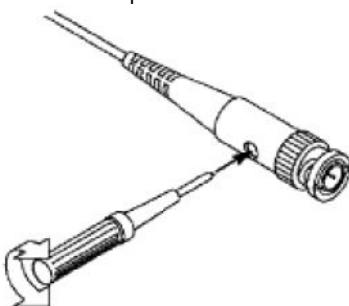

Рисунок 3.7. Регулировка щупа
2. Оцените форму полученной осциллограммы и отрегулируйте щуп, пока не будет достигнута правильная компенсация (см. рисунок 3.6 и рисунок 3.7).